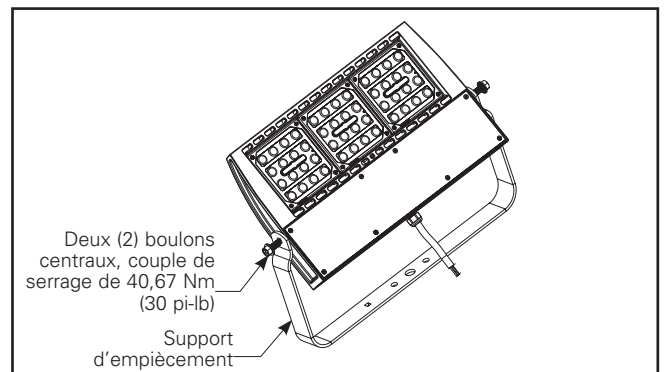

Figure 4.
- 1a. Utilisez deux (2) boulons à bride 1,27 cm (1/2 po-13). (assez long pour traverser le bras de l'étrier et la structure de montage). Utilisez des écrous pour fixer les boulons, le cas échéant. Serrez à un couple de 54,23 Nm (40 pi-lb).
2. Dévissez les deux (2) boulons centraux sans les retirer (figure 4).